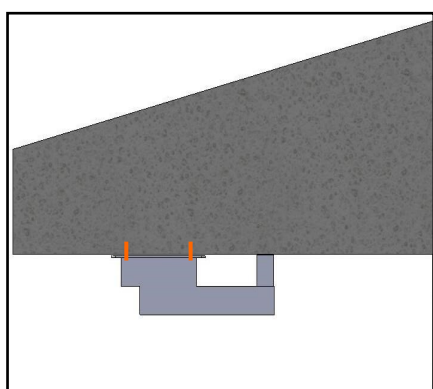

fig.4
### Montaggio (fig. 4 – 5 – 6 – 7)
- Eseguire 4 fori sulla parte inferiore della soletta dell'edificio con gli stessi interassi dei fori presenti sulla piastra e fissare lo scorrevole del parapetto con i tasselli idonei (vedi punto 5 pag. 4) (fig. 4 a pag. 9);